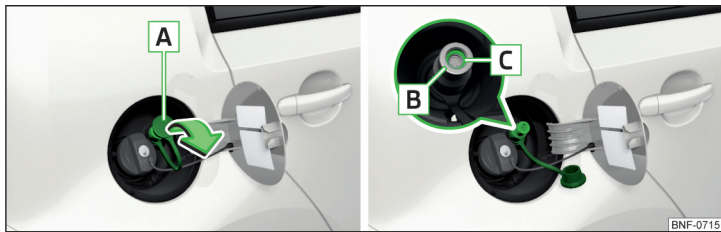

Fig. 136 Bocchettone di riempimento metano
- Togliere il coperchio **A** » fig. 136 in direzione della freccia e inserire la pistola dell'impianto nel bocchettone di riempimento **B**.
- Verificare che la guarnizione **C** » fig. 136 sia correttamente posizionata nel bocchettone di riempimento **B**. Se la guarnizione è rimasta sulla pistola, potrà comunque essere nuovamente inserita nel bocchettone di riempimento.